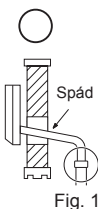

Fig. 1
- Vypouštěcí hadice by měla směřovat dolů, aby bylo usnadněno odtékání vypouštěné vody. (Fig. 1)